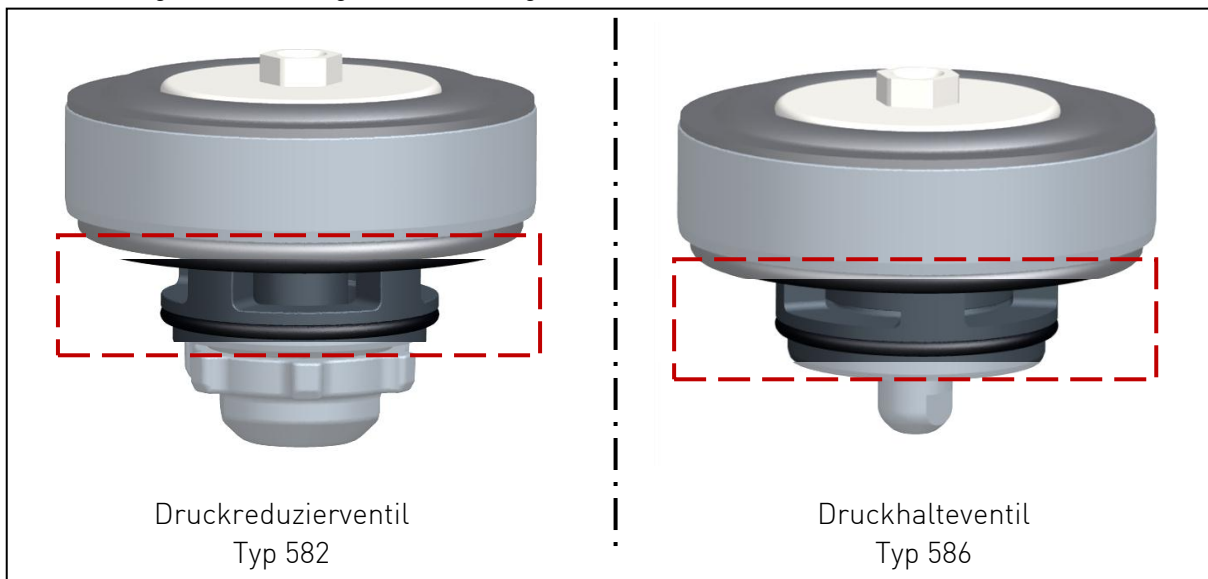

Abb. 17
- ▶ Bohrungen des Innengehäuses reinigen, siehe Abb. 17